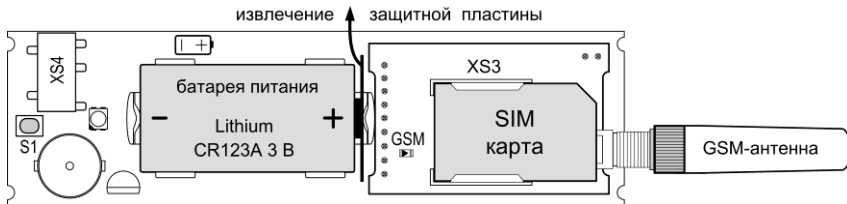

Рис.6 Установка SIM-карты, извлечение защитной пластины, подключение внешней GSM-антенны (только для варианта 2)
2. Убедитесь, что SIM-карта установлена в соответствии с рис.6, либо установите SIM-карту в держатель на плате GSM-модуля: контактами к держателю, срезом – как показано на рис.6.
3. Включите питание сигнализатора – извлеките защитную пластину из контакта батареи питания (см. рис.6) или установите батарею питания, соблюдая полярность (если она была извлечена). После включения питания световой индикатор сигнализатора засветится красным. Светодиод «GSM» будет светиться в течение 3-х секунд и начнёт часто мигать – производится поиск сети и регистрация в сети GSM.
подключите антенну, антенна прикручивается к SMA-разъёму вращением по «часовой стрелке»). Убедитесь, что SIM-карта установлена в соответствии с рис.6.